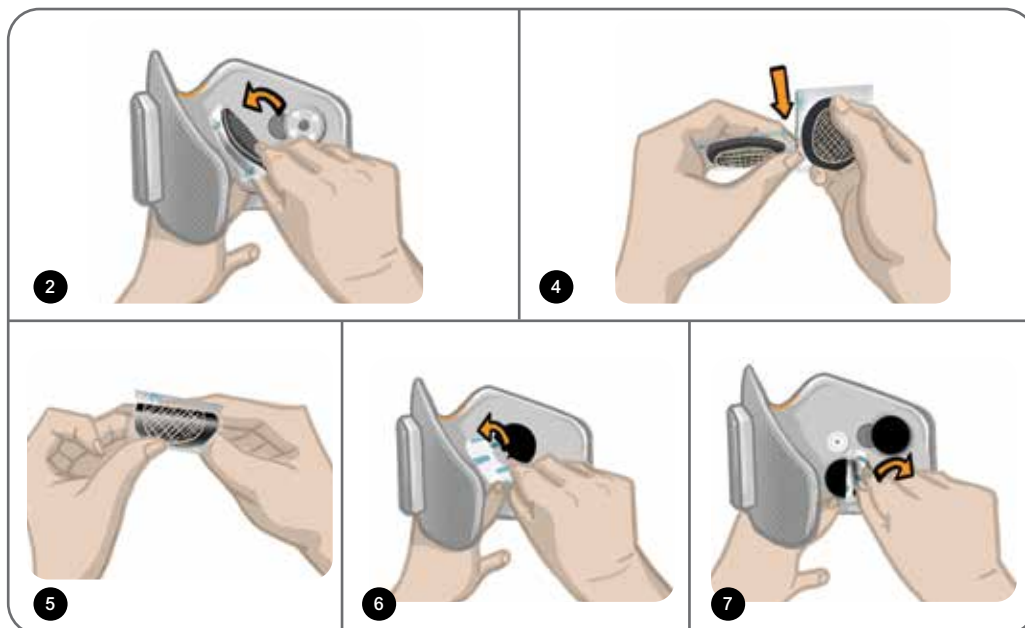

Bild 11-7: Byta hydrogelelektroden
**Så här sätter du tillbaka L300-hydrogelelektroden (se bild 11-7):**